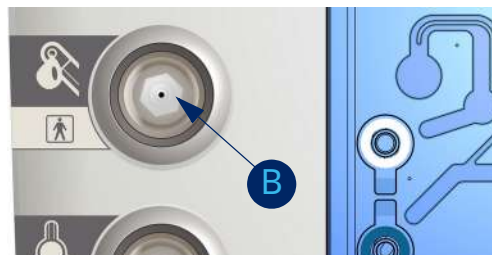

Fig. 138: Подключение VFI/VFE к EVA
1. Подключите одноразовую систему VFI/VFE 1363.DD [A] к EVA [B] (рис. 138).